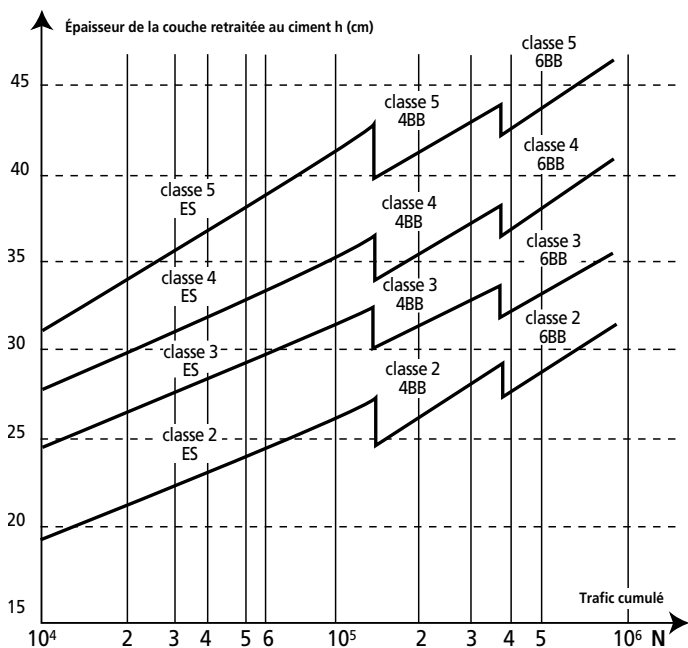

Figure 2 : détermination de l'épaisseur de la couche retraitée au ciment. Classes de résistance 2, 3, 4, 5.
- en lisant sur l'abaque (figure 2) ci-après, pour une portance de la plate-forme P3, l'épaisseur de l'assise "h" qui dépend du trafic cumulé "N" ou de la classe de trafic (T6, T5, T3 ou T3-), de la classe du matériau retraité (classes 2, 3, 4 ou 5) et de la nature de la couche de surface choisie :